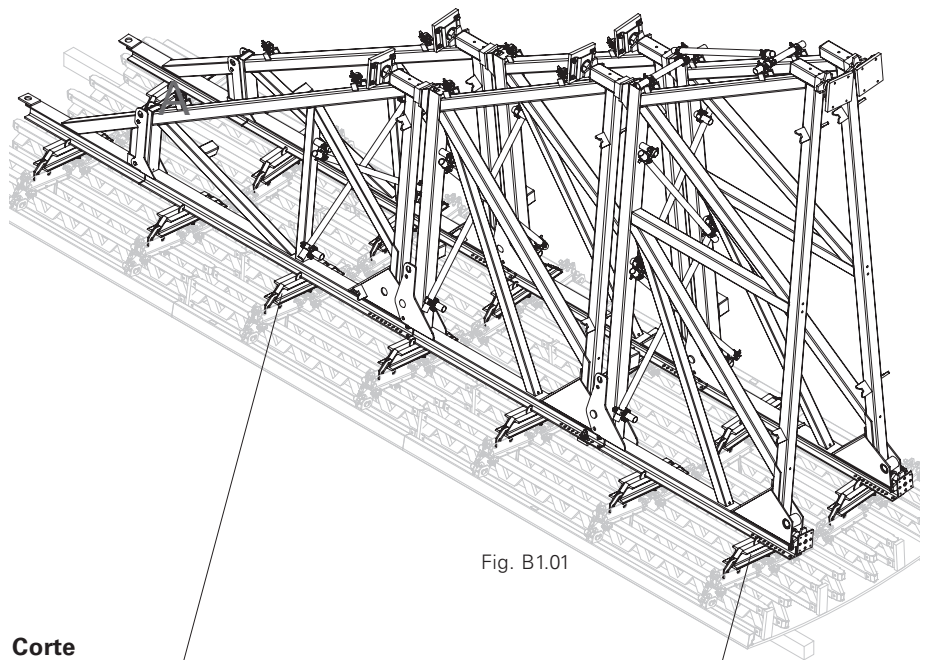

Fig. B1.01
8. Izar el módulo, trasladarlo al lugar de uso, posicionarlo y anclarlo. (Fig. B1.01)